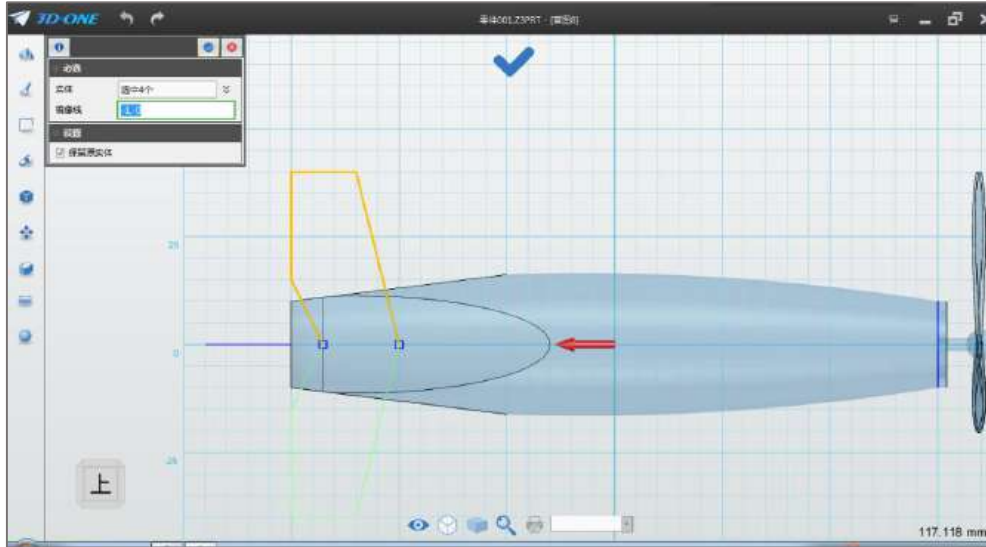

图 3-2
Step 2 选择镜像命令 ，实体选择绘制的草图，镜像线选择 X 轴，或者输入 (-1, 0)，如下图 3-2 所示：